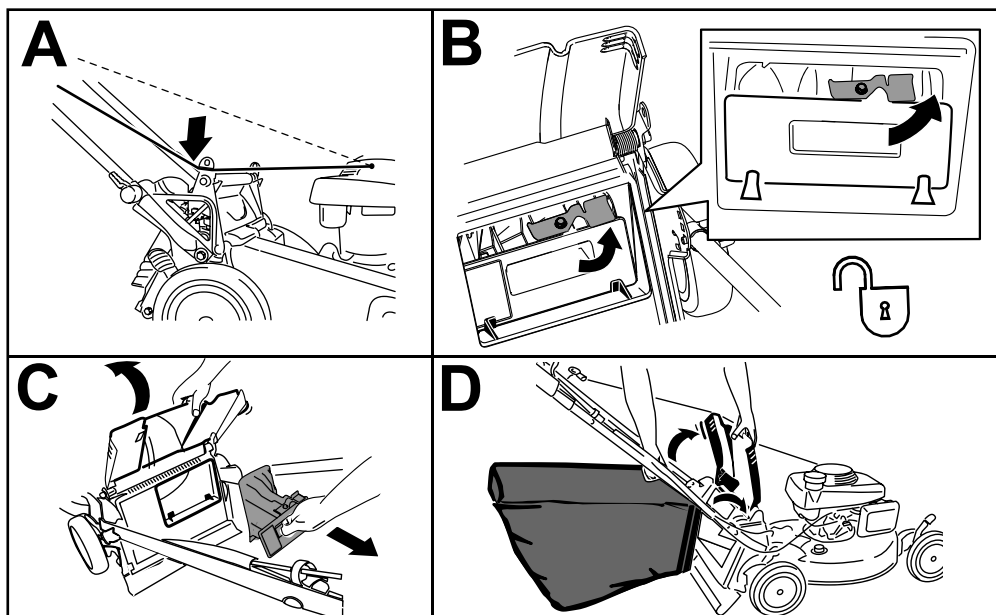

図 23
**注** 後部プラグを外すには、プラグについているレバーを右に回す **図 23**。
4. 集草バッグピンから出ているバッグの前上部分を、ハンドルブラケットのノッチにぶら下げる **図 23**。